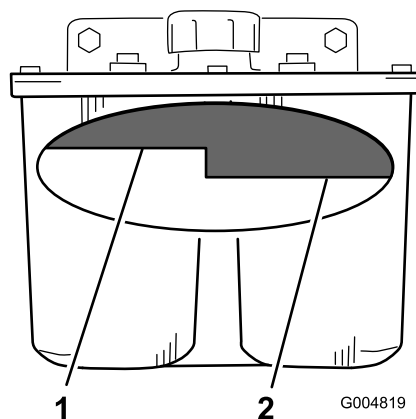

Figure 68
2. Nettoyez la surface autour du goulot de remplissage du réservoir hydraulique (Figure 68).
3. Enlevez le bouchon du goulot de remplissage et vérifiez si le réservoir contient du liquide (Figure 68).
Remarque: Lorsque l'huile est chaude, le niveau de liquide doit atteindre le haut du repère « à chaud » sur le déflecteur (Figure 68).